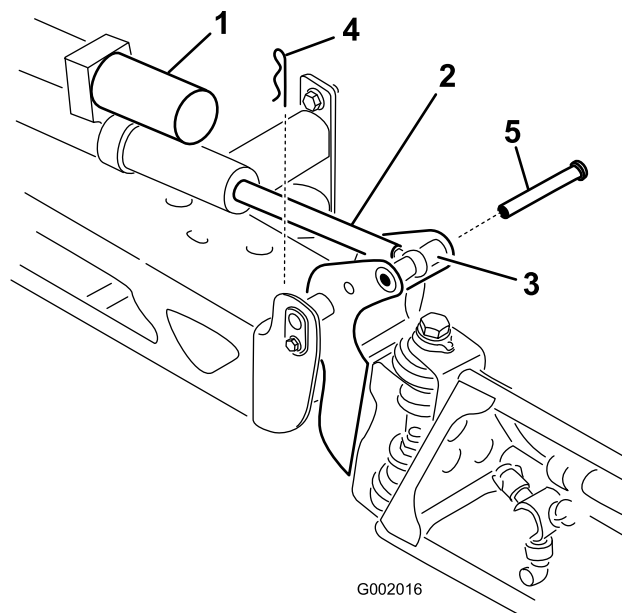

Figure 44
2. Retirez la goupille fendue de l'axe de pivot (Figure 44).
3. Soulevez la rampe et déposez l'axe (Figure 44). Abaissez lentement la rampe au sol.
6. Élevez la rampe pour aligner le pivot sur la tige d'actionneur. Tout en maintenant la rampe, insérez l'axe dans le pivot de rampe et la tige d'actionneur (Figure 44).